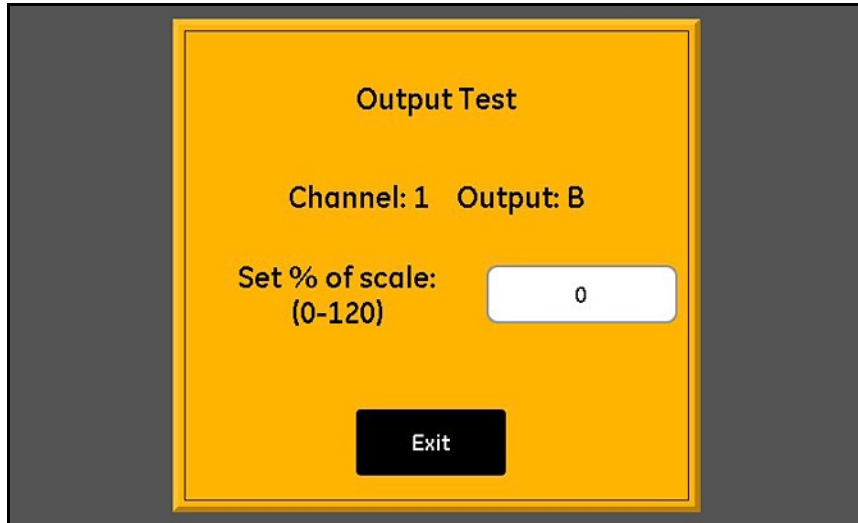

Figura 44: Pantalla de prueba de salida
1. Pulse el **canal (1-6)** y la **salida (A o B)** que desee probar y pulse el botón **Probar** para abrir una pantalla similar a la mostrada en la *Figura 44*.